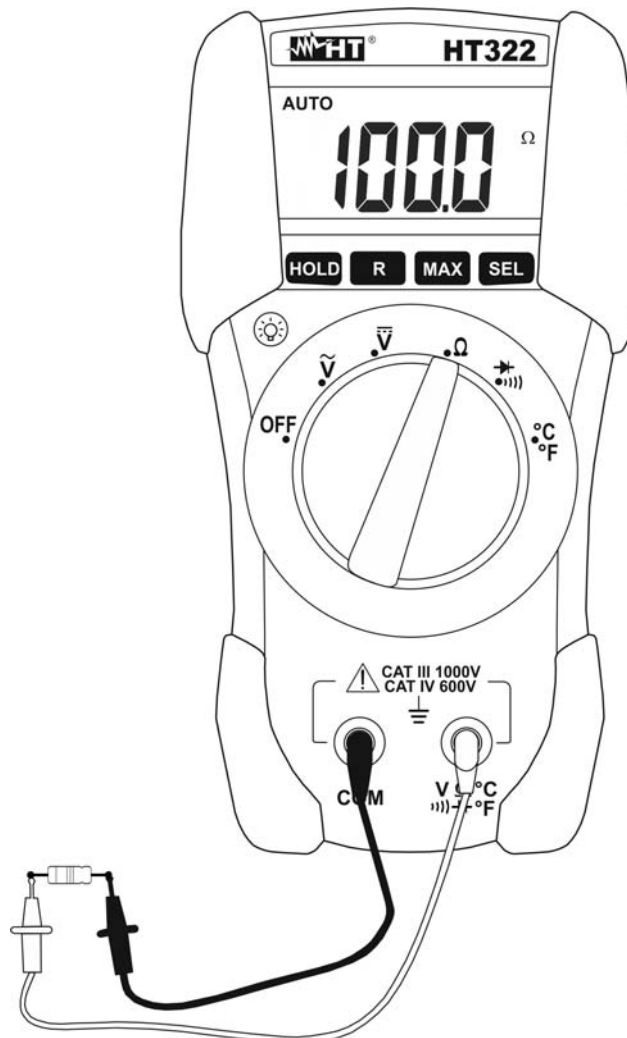

Fig. 4: Uso dello strumento per misura di Resistenza
3. Inserire il cavo rosso nel terminale di ingresso **V Ω** (per HT321) oppure **V Ω °C °F** (per HT322) e il cavo nero nel terminale di ingresso **COM** (vedere Fig. 4).
7. Posizionare i puntali nei punti desiderati del circuito in esame (vedere Fig. 4)